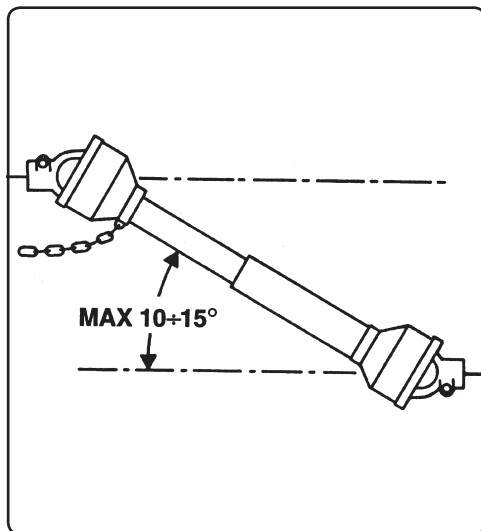

Fig. 5
- Las plaquetas correspondientes a la seguridad (Fig. 5) deben estar colocadas en forma evidente; deben estarse siempre limpias y se sustituyen cuando no se leen fácilmente.
- Desconectar, siempre, la toma de fuerza cuando el árbol cardánico tenga un ángulo demasiado abierto, nunca más de 10 . 15 grados (Fig. 5)